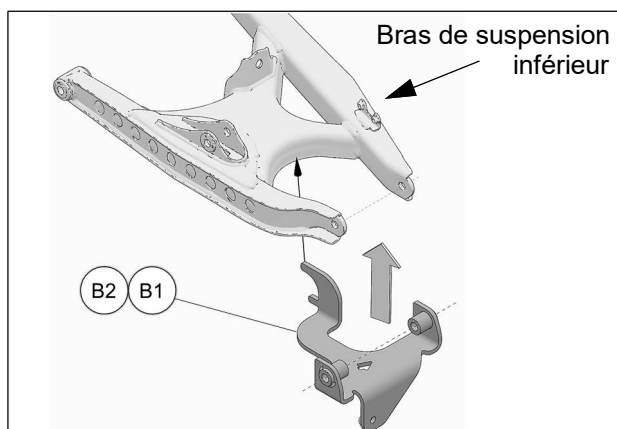

Fig. 5
5. Accrocher la partie arrière de l'ancrage (B1-B2) en forme de C au bras de suspension inférieur. Fig. 5